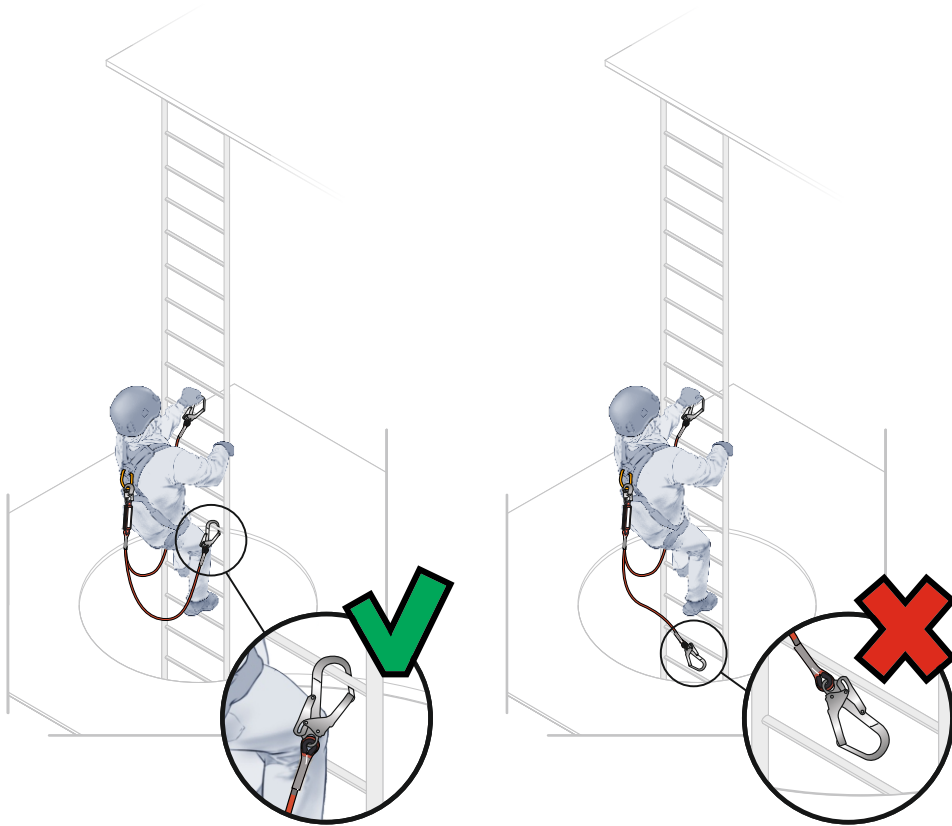

Рис. 13 Соединение двухплечевого стропы с амортизатором с анкерной конструкцией по принципу непрерывной страховки.
4. Соединить стропы с противоположной стороны от амортизатора с анкерной точкой/линией/опорой. При работе один из стропов ВСЕГДА должен быть соединен с анкерной точкой/анкерной линией/опорой (принцип непрерывной страховки)(рис. 13).